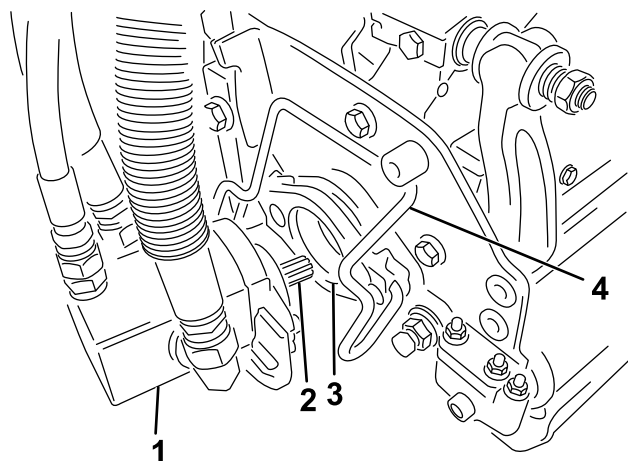

Figura 50
5. Acoperii arborele canelat al motorului unităii de tăiere cu lubrifiant curat (Figura 50).
6. Introducei motorul în partea stângă a unităii de tăiere (aa cum se vede din poziia operatorului) i tragei bara de fixare a motorului de pe unitatea de tăiere spre motor până când auzii un clic din ambele părți ale motorului (Figura 50).